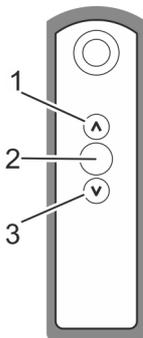

Abb. 14: Funkhandsender (beispielhafte Darstellung)
- Beleuchtung einschalten: AUF-Taste (Abb. 14/1) drücken.
- Beleuchtung ausschalten: AB-Taste (Abb. 14/3) drücken.
- heller: AUF-Taste (Abb. 14/1) gedrückt halten.
- dunkler: AB-Taste (Abb. 14/3) gedrückt halten.
- Voreingestellte Helligkeit: Taste (Abb. 14/2) drücken.